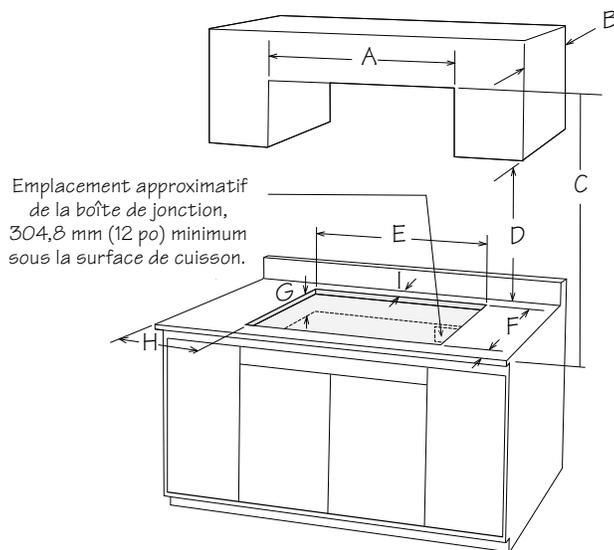

Figure 5
**DIMENSIONS DE L'OUVERTURE DE LA DÉCOUPE POUR LA SURFACE DE CUISSON** (voir la figure 5)